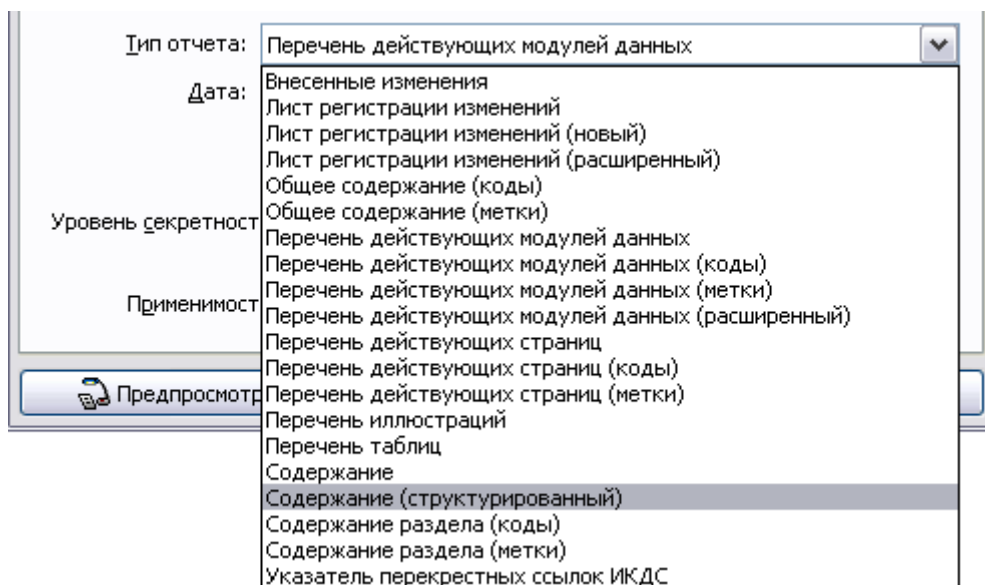

Рис. 18.41
7. В поле **Тип отчета** выберите из списка тип **Содержание (структурированный)** (Рис. 18.41).